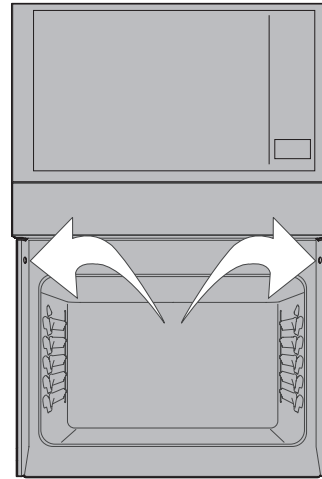

Figure 7
A. Les trous de montage dans les garnitures latérales peuvent être utilisés comme gabarit pour localiser les trous des vis de montage de l'appareil (figure 7).